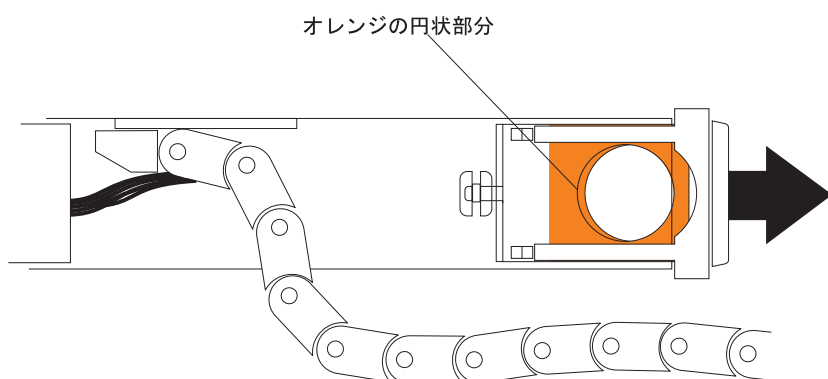

図 91. ドライブ・ドロワーに接続される水平取り付け金具
- d. ドライブ・ドロワーから右のケーブル・チェーンの取り付け金具を切り離します。 オレンジ色のハンドルをつかみ (図 91 を参照)、取り付け金具をドライブ・エンクロージャーから完全に引き出します。右のケーブル・チェーンを取り外します。